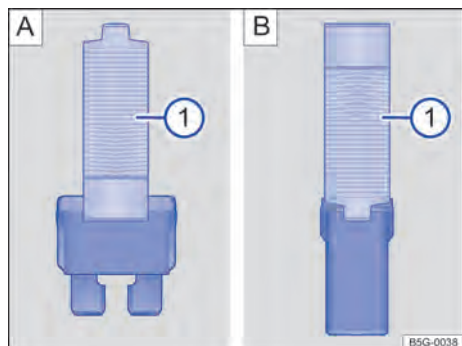

Fig. 177 Retirar ou colocar o fusível com a pinça de plástico: [A]: fusível plano, [B]: fusível de bloqueio.
- Se necessário, retirar a pinça de plástico → Fig. 177 ① da cobertura da caixa de fusíveis.
- De acordo com a versão do fusível, colocar as garras adequadas do alicate plástico → Fig. 177 [A] ① ou → Fig. 177 [B] ① lateralmente no fusível.
- Caso o fusível esteja queimado, substituir o fusível por um novo da *mesma* intensidade de corrente (*mesma* cor e inscrição) e do *mesmo* tamanho → ①.